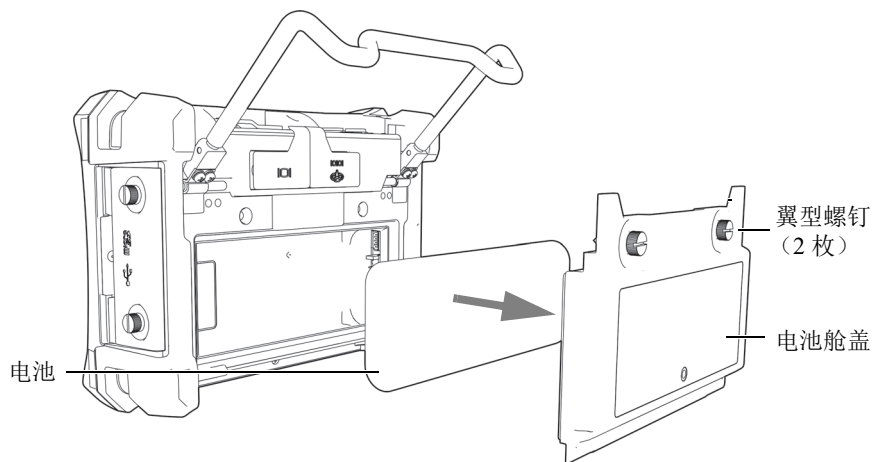

图 1-11 取下电池舱盖，取出锂离子电池
3. 如果装有锂离子电池，将其取出（参见第 35 页的图 1-11）。